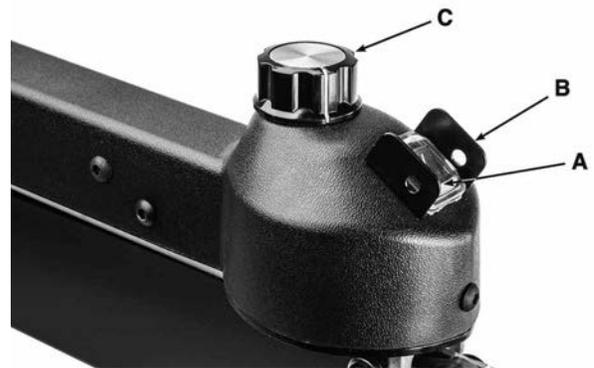

FIGURE 8
Ces Scies à Chantourner sont équipées d'un interrupteur à bascule marche / arrêt (A) Fig.8, avec un couvercle de protection contre la poussière en plastique. En outre, l' interrupteur peut être verrouillé par l'insertion d'un cadenas à travers les deux trous (B).
La vitesse de la lame de la Scie à Chantourner peut être réglée en tournant le bouton de réglage de la vitesse de la lame (C) Fig.8. Tournez le bouton dans le sens horaire pour augmenter la vitesse de la lame, et en sens inverse pour diminuer la vitesse de la lame.